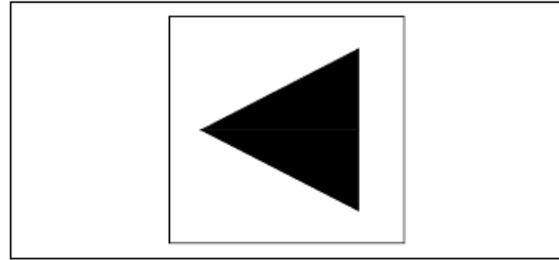

Fig.4-65 Botão de controle para extensão horizontal do estabilizador
e. Pressione e segure o botão de controle para extensão horizontal do estabilizador. Veja Fig.4-65.